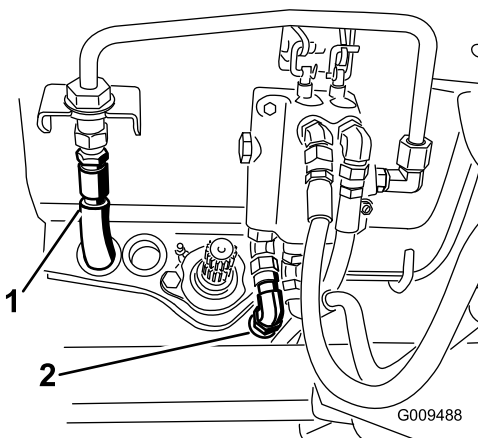

図 117
40. 圧力側ホースをバルブの金属製パイプに、タンク側ホースをバルブに接続する 図 117。